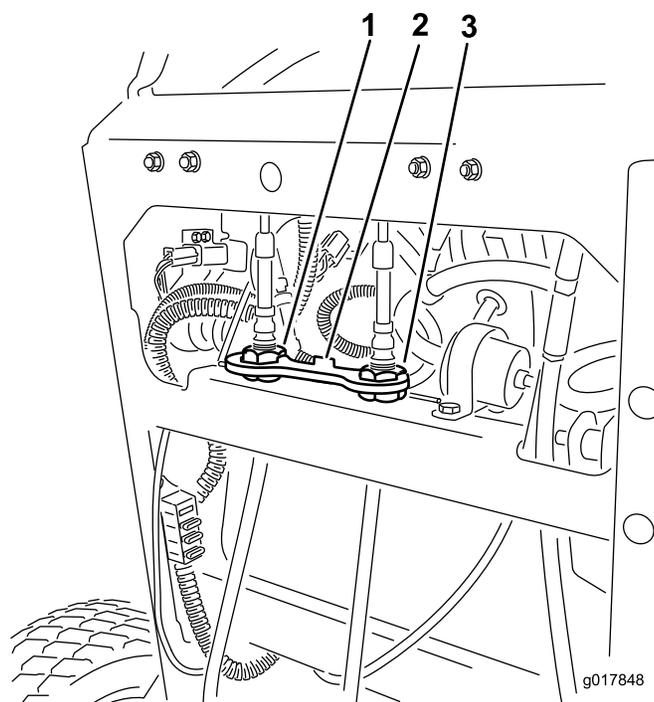

Figura 57
4. Levante y retire la pletina de bloqueo que sujeta las tuercas de ajuste de los cables (Figura 57).
5. Gire la rueda de ajuste del cable derecho hasta que la palanca de control de movimiento derecha quede posicionado en el centro de la ranura de bloqueo/punto muerto del panel de control (Figura 57).
10. Instale la pletina de bloqueo sobre las tuercas de ajuste de los cables para afianzar el ajuste (Figura 57).